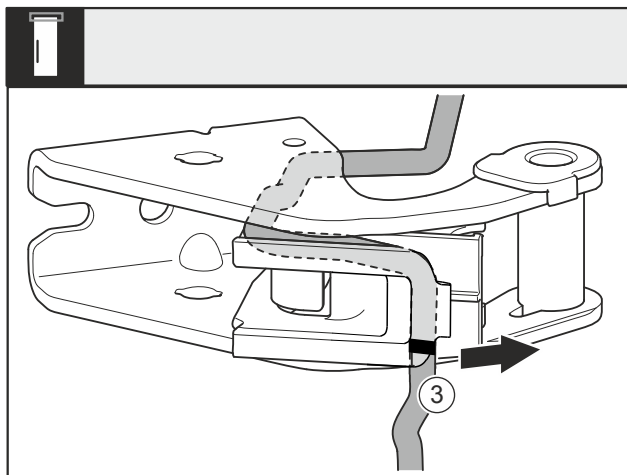

Fig. 27
- Afmonter kablet inkl. kabelholderen Fig. 27 (3) fra hængslet.